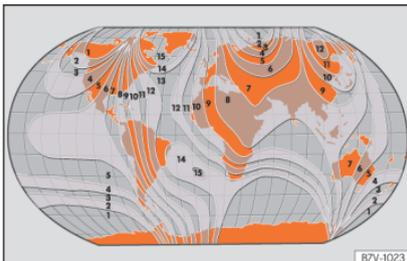

Abb. 121 Kompasszonen.
- Kompasszone entsprechend dem aktuellen Standort auswählen »» **Abb. 121**.